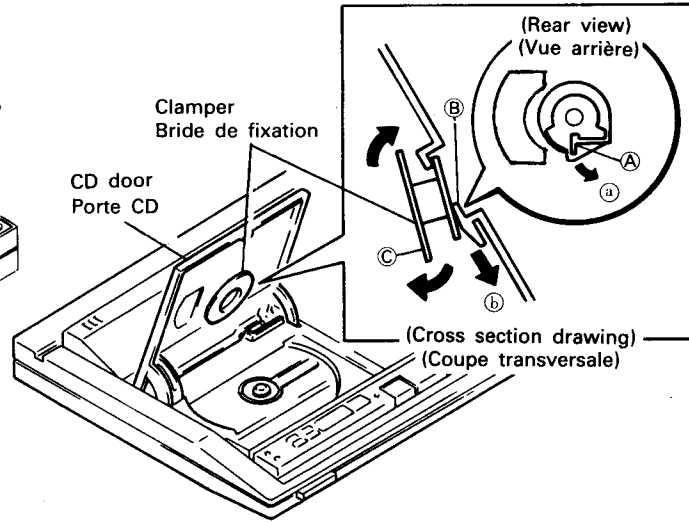

Fig. 4
**4. Bride de fixation (Fig. 4) (Pour ne pas casser la pince ① de la porte CD.)**